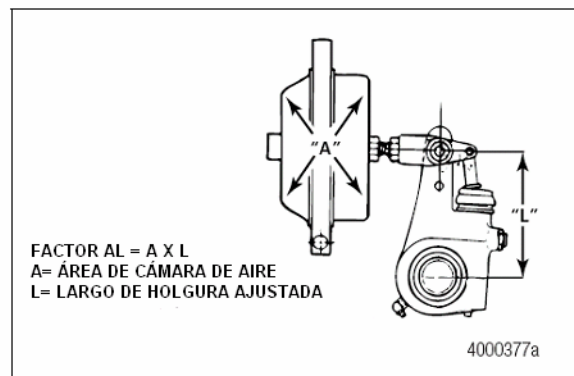

Figura 7.9
8. El área de la cámara de aire multiplicada por la longitud del regulador automático de holguras es llamado el factor AL. Este número debe ser igual tanto para los dos finales del eje sencillo como para los cuatro finales de los ejes en serie. Figura 7.9.